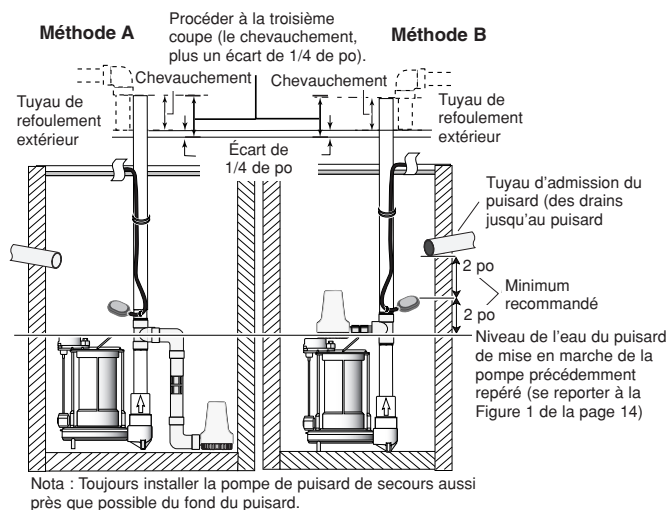

Figure 7 – Procéder à la troisième coupe pour enlever le tuyau de refoulement en trop
2. Repérer le tuyau de refoulement, là où il doit être coupé. S'assurer de laisser un écart antiretour de 1/4 de pouce entre les extrémités des tuyaux. Cet écart absorbera les bruits de vibration et permettra la flexibilité. Voir la Figure 7.
3. Procéder à la troisième coupe (voir la Figure 7).
1. Brancher le tuyau de refoulement de la pompe sur le tuyau de refoulement extérieur avec la trousse manchon en caoutchouc et colliers (Réf. 1). Ne pas serrer les colliers tant que les derniers réglages ne sont pas terminés. Voir la Figure 7.
1. Remettre la double pompe dans le puisard. Voir la Figure 7.